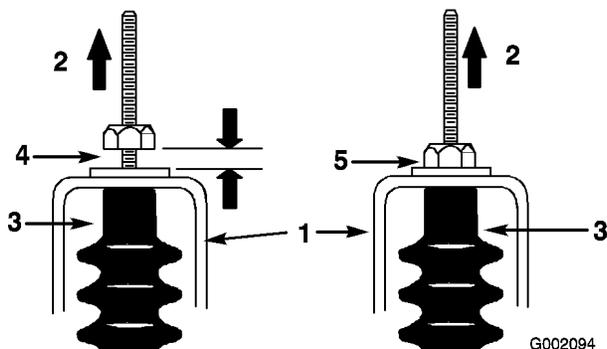

Figura 41
5. Puxe cada cabo de mudanças para se certificar de que não existe folga entre a porca/anilha e o suporte neutro (Figura 41). Se existir uma folga, aperte a porca.